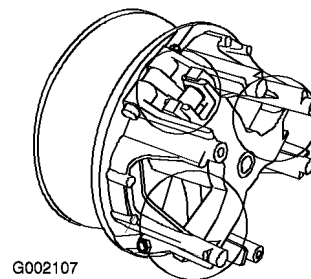

Figura 47
5. Lubrique las piezas en movimiento en las zonas indicadas en Figura 47 usando Spray Lubricante Seco Toro, disponible a través de su Distribuidor Autorizado Toro.